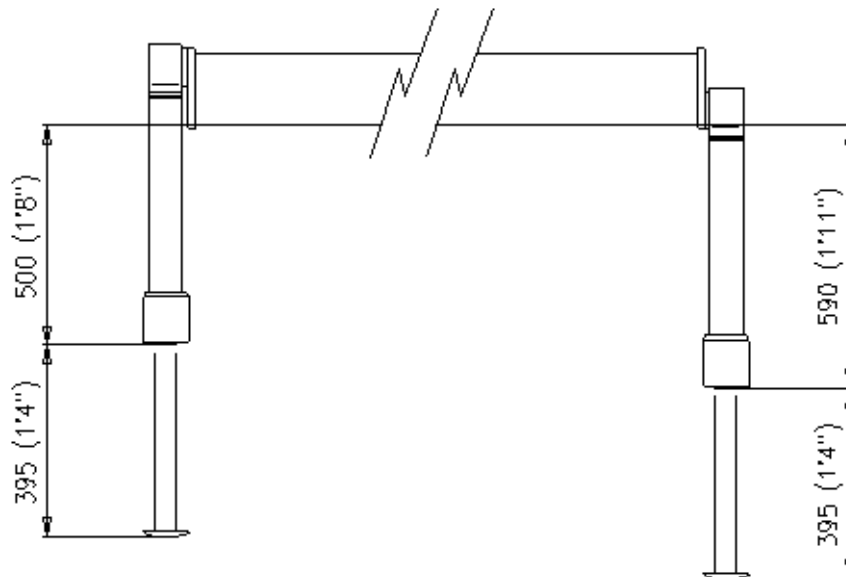
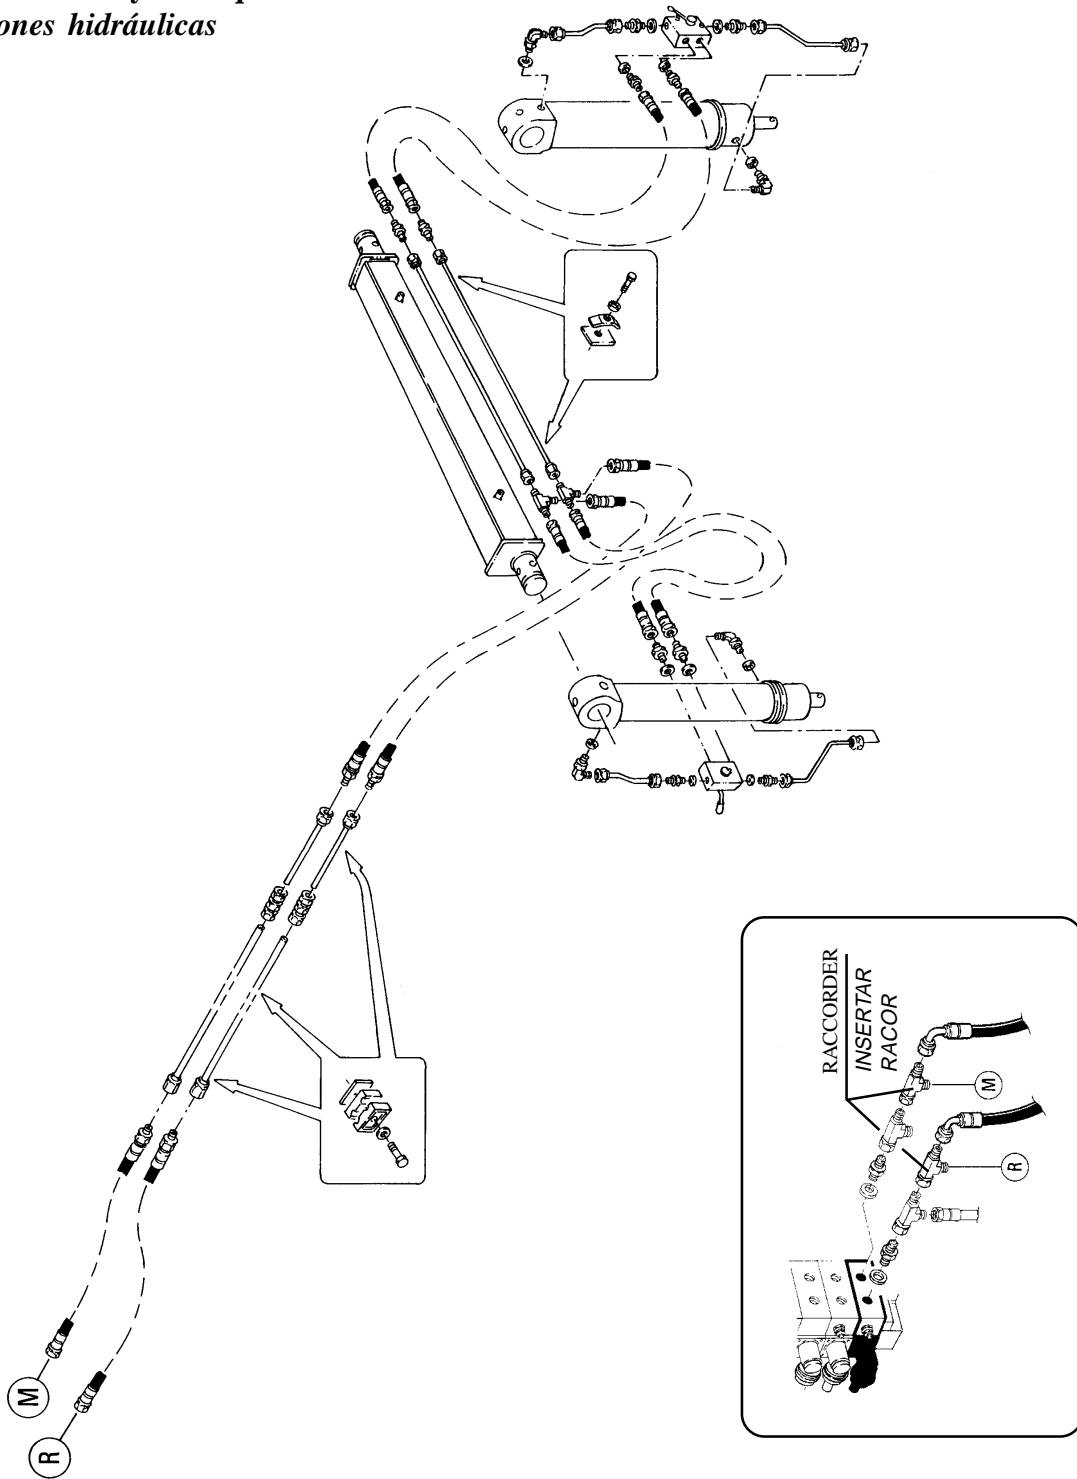

Fig.1-8
Fig.1-9
- **VERSION FIXE 1.9 F 34** (Fig.1-8, Fig. 1-9) avec vérins stabilisateurs de type court.
- **VERSION FIJA 1.9 F 34** (Fig. 1-8, Fig. 1-9) con cilindros estabilizadores tipo corto.